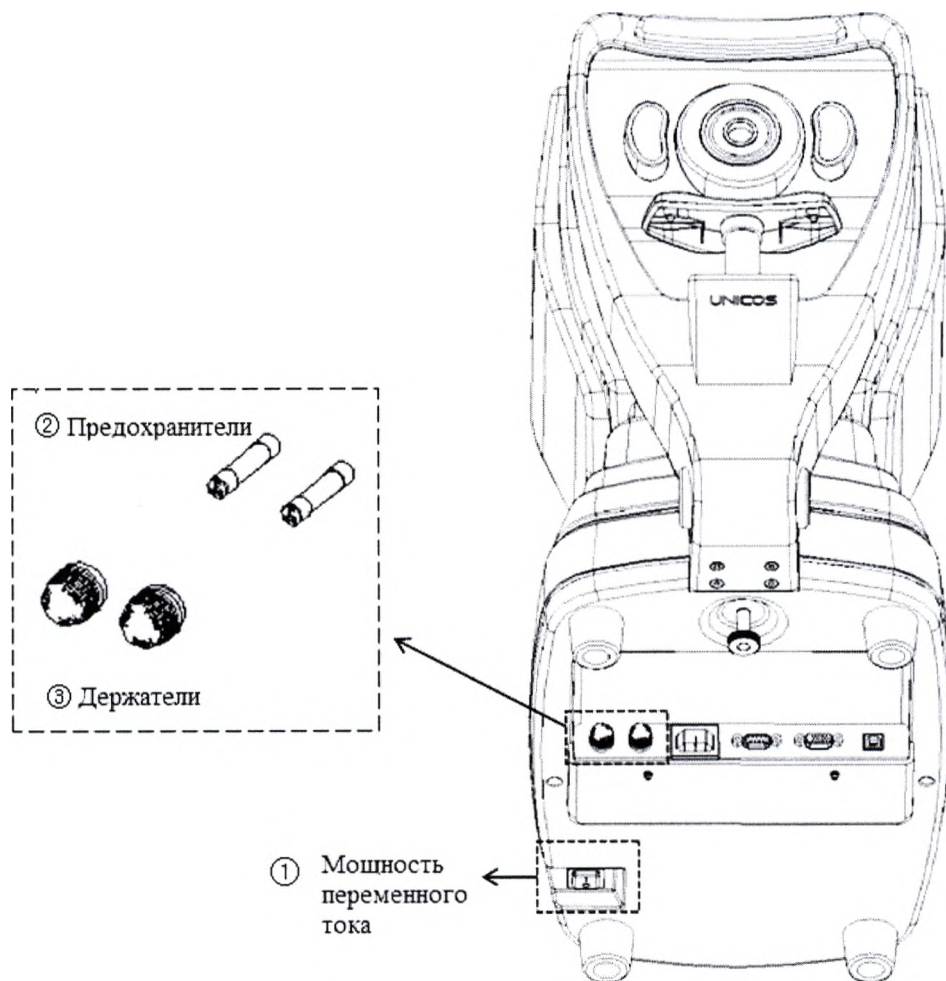

Рисунок 50 – Замена предохранителей
2. Выньте держатель предохранителя с помощью отвертки с плоским шлицем (см. рис. 50).